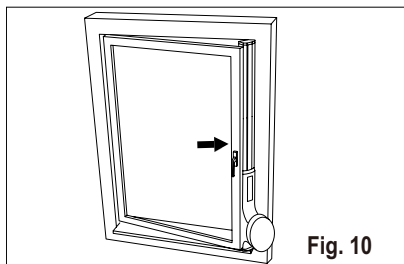

Fig. 10
2. Placera skjutfönstersatsen på fönstret. Justera längden på skjutfönstersatsen enligt höjden på fönstret (Fig. 10).